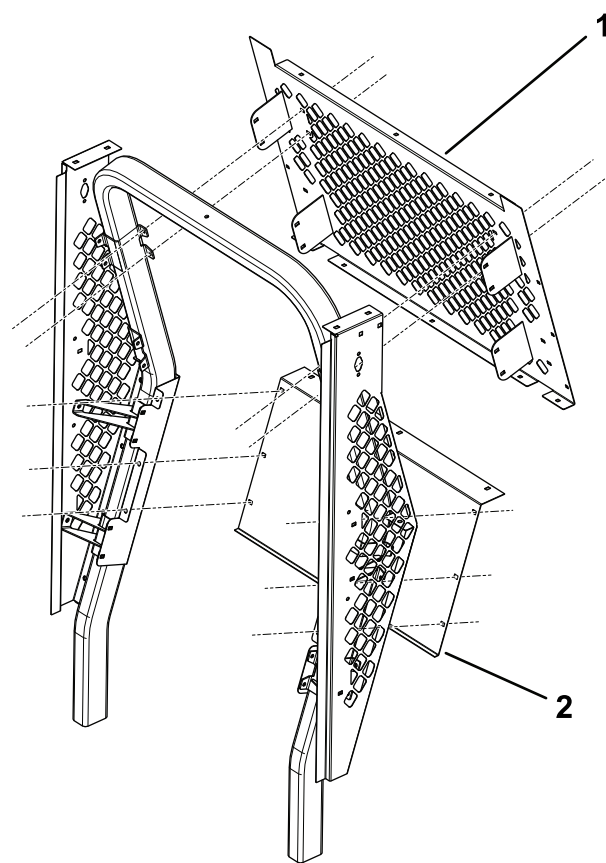

Figura 2
- Utilice tornillos de cabeza de botón (5/16" x 3/4") y tuercas con arandela prensada (5/16") para instalar el panel trasero inferior (Figura 2).
- Utilice tornillos de cabeza de botón (5/16" x 3/4") y tuercas con arandela prensada (5/16") para instalar la rejilla trasera superior (Figura 2).